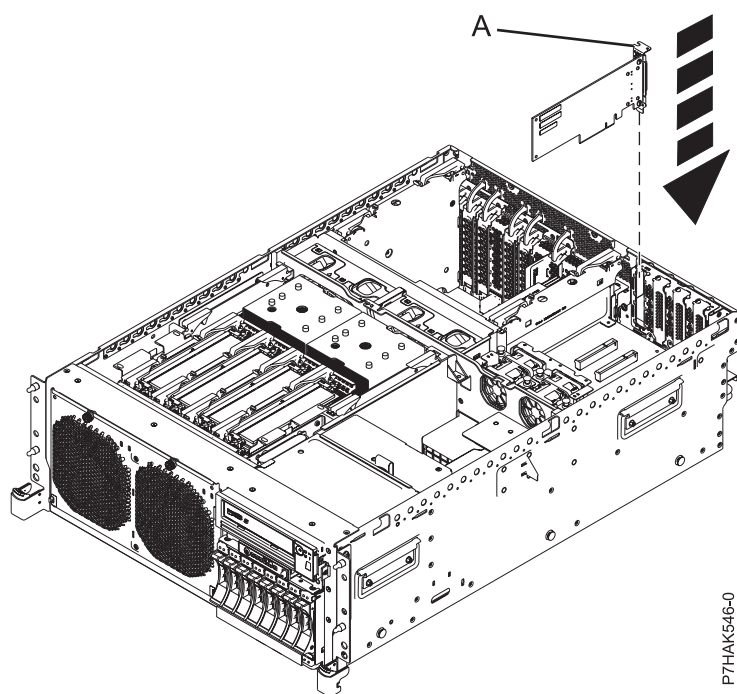
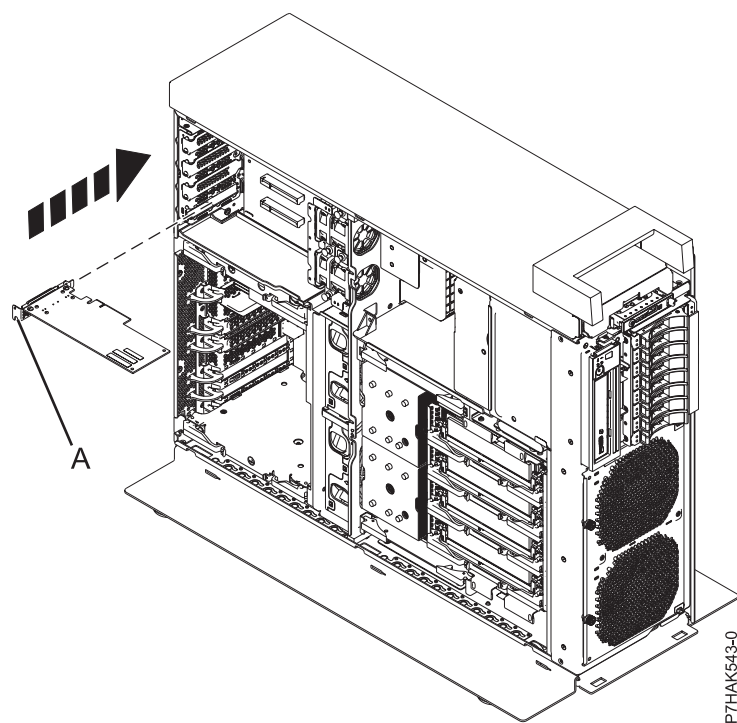

Figure 4. Installation d'une carte PCI dans la carte d'extension d'une unité centrale montée en armoire
Figure 5. Installation d'une carte PCI dans la carte d'extension d'une unité centrale autonome
18. Si votre système est doté d'une carte d'extension, vous pouvez placer la carte PCI extra-plate dans son emplacement en la mettant en position à l'aide de sa contre-poupée (A), puis en appuyant fermement dessus pour l'insérer dans son emplacement, comme illustré à la figure 4, à la page 7 et la figure 5, à la page 7.